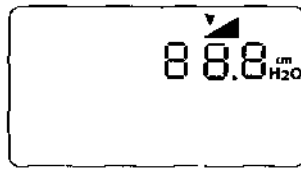

Figura 6-10 Pantalla Ajuste del inicio de rampa
La función de rampa no se prescribe como regla general para todos los usuarios. Si en su dispositivo no aparece la pantalla de la Figura 6-10, no podrá ajustar esta función.
1. En la pantalla Supervisión o En espera, presione el botón derecho del usuario hasta que aparezca la pantalla Ajuste de la presión inicial de rampa, tal como se ilustra en la Figura 6-10.